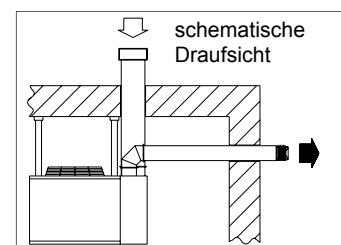

Abb. 8
- a) Die Abgasab- und Verbrennungsluftzuführung wird horizontal durch verschiedene Außenwände des Aufstellraumes geführt (Abb. 8).